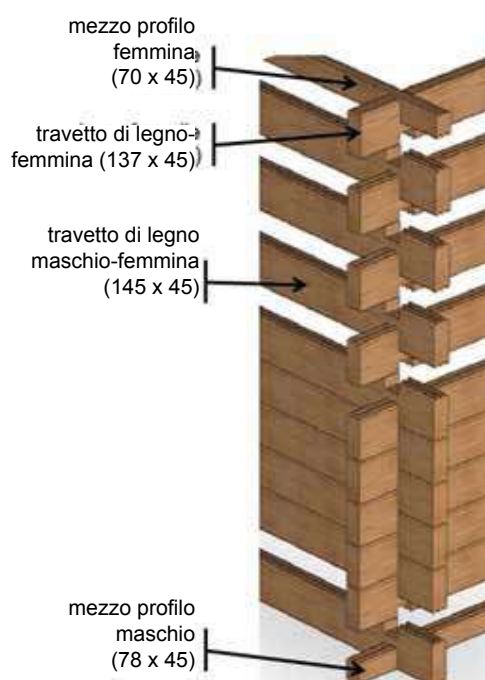

Figura 61 – Sistema di incastro dei listelli di legno
Appoggiare a terra contro la vasca nei punti precisi in cui devono posizionarsi (**Figura 61**) i due listelli da 626 cm (1) che costituiscono le larghezze del vano tecnico, quindi inserire agli angoli il listello da 905 cm (3) che costituisce la lunghezza. Montare le seguenti file controllando regolarmente la squadratura degli angoli e il livello delle pareti. Assicurarsi che i listelli siano completamente incastrati l'uno nell'altro. Terminare con i listelli 2 e 5.